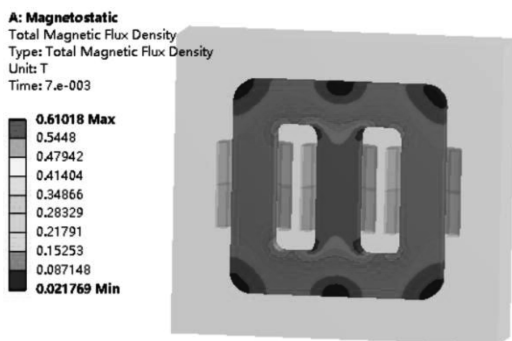
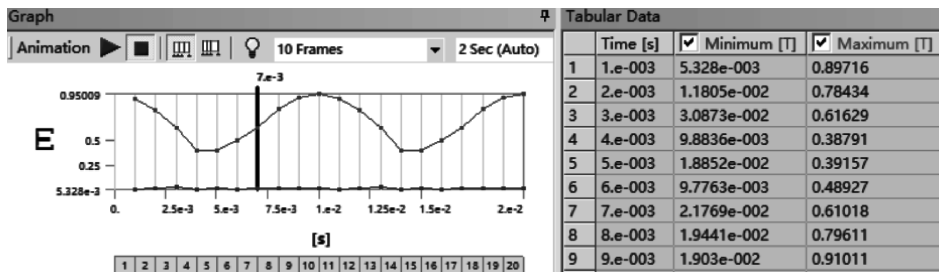
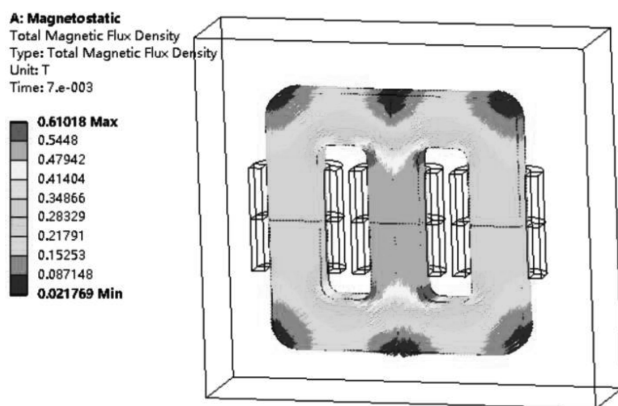

图 10-32 总磁通密度在第 7 步的分布云图
图 10-33 总磁通密度在第 7 步的数据
图 10-34 总磁通密度在第 7 步的矢量分布云图
- (1) 在 Mechanical 标准工具栏中单击  Solve 进行求解运算。
- (2) 运算结束后, 单击【Solution (A6)】→【Total Magnetic Flux Density】, 总磁通密度在第 7 步的分布云图及数据如图 10-32、图 10-33 所示; 也可在工具栏依次单击线框图图标  Wireframe、矢量图图标 , 看总磁通密度矢量分布图, 如图 10-34 所示。